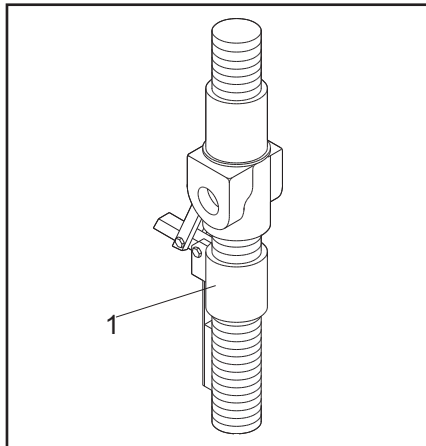

Fig.17 - Abb.17
- in caso di rottura della chiocciola portante, interviene la chiocciola di sicurezza (rif.1, fig.17).
- in the case of damage to the load-bearing nut, a safety nut (ref.1, fig.17) is automatically engaged.
- écrou de sécurité intervenant en cas de rupture de l'écrou porteur (rep. 1 fig. 17)
bei Überlauf der beweglichen Teilen werden ein elektrischen Endschalter (2), und eine Sperrstahlplatte (3) auf der Oberteil der Säulen schalten (Abb. 17).
en caso de recorrido extra de la parte móvil están previstos un final de carrera eléctrico (2) y una plancha de acero (3) para bloqueo en la parte superior de la columna (fig. 17).